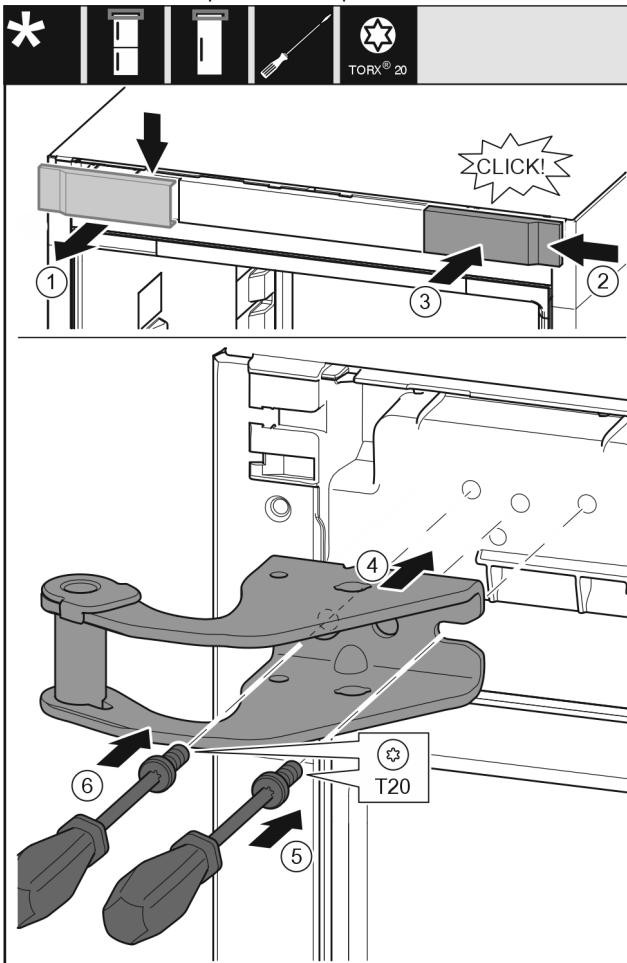

Fig. 9
- Свалете капака от горе напред. *Fig. 9 (1)*
- Закачете капака, завъртян на 180°, от другата страна отляво. *Fig. 9 (2)*
- Фиксирайте капака. *Fig. 9 (3)*
- Поставете горната лагерна стойка. *Fig. 9 (4)*
- С отвертка T20 поставете винта и го затегнете. *Fig. 9 (5)*
- С отвертка T20 вкарайте винта и го затегнете. *Fig. 9 (6)*